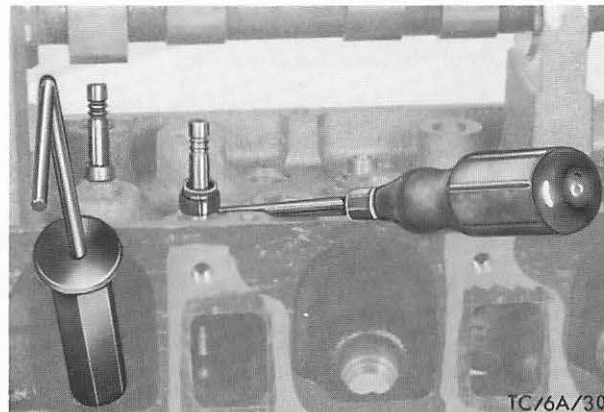

Abb. 261 Ölabschirmring mit Schraubenzieher entfernen
6. Ventilderteller und Ventildeder entfernen. Ölabschirmring mit Schraubenzieher vom Zylinderkopf abdrücken, Abb. 261.